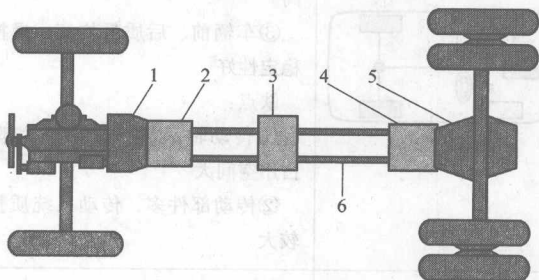

图 1-4 电动式传动系统结构示意图
3) 电力式传动系统。通过发动机带动发电机, 由驱动桥或驱动轮上的电动机进行牵引驱动。电力式传动系统有良好的动力性, 但质量大、效率低, 主要用于大型客车上。电动式传动系统结构示意图如图 1-4 所示。